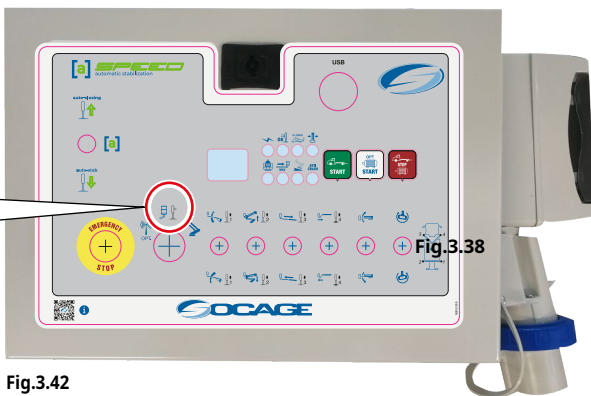

Fig.3.42
7. Colocar la llave de selección de los mandos en posición (**ESTAB/CESTA**) y desde el cuadro de mandos debajo del bastidor (**Fig.3.42**), proceder con la estabilización presionando el botón para la bajada automática de los estabilizadores. Mantener pulsado hasta el encendido de la luz verde de estabilización (**Fig.3.40**). Las ruedas del camión estarán ligeramente separadas del suelo. **N.B:** estabilizar siempre hasta que la burbuja del bastidor junto a las palancas de los estabilizadores esté centrada (**Fig.3.41**).